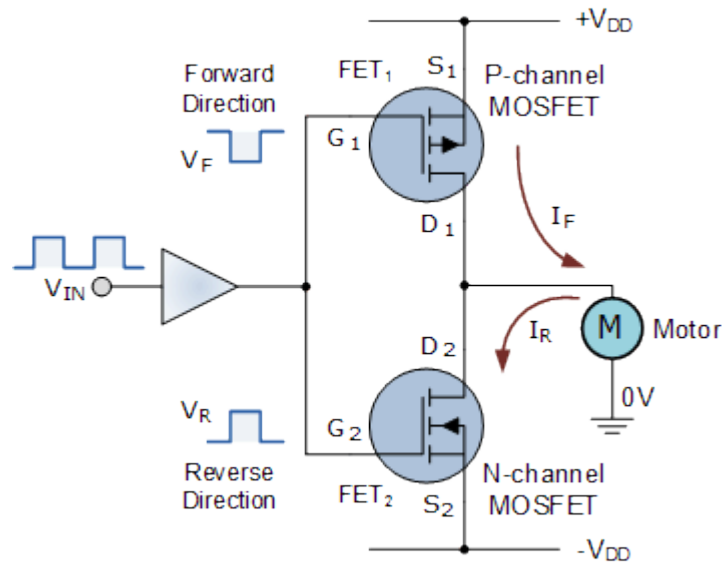

Fig. 27 Commande moteur de type CMOS
Dans un dispositif de type P, le courant de drain va dans la direction négative, et lorsqu'une tension grille source négative est appliquée (comme sur la figure), le transistor est passant (ON). Dans le cas contraire, il sera bloqué (OFF). Il est également possible de se passer de résistance et de connecter un PMOS en série avec un NMOS (voir Fig. 27) qui fonctionneront de manière complémentaire sous la forme de circuits **CMOS** (Complementary MOS).